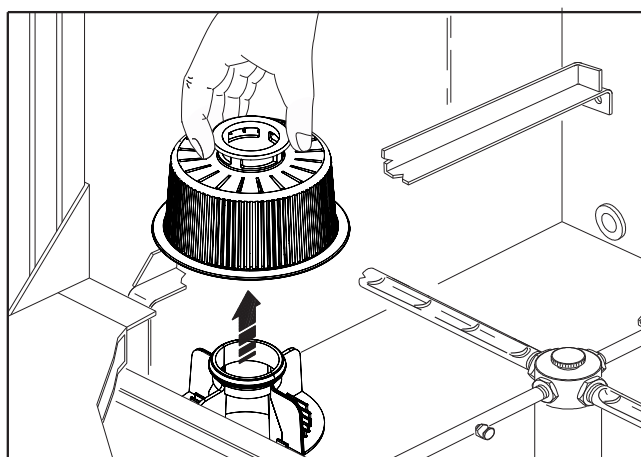

Fig. 17
2. togliere e pulire il filtro pompa di lavaggio (fig. 17) ed eventuali filtri vasca, se presenti